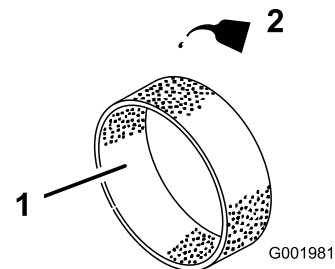

Figura 38
4. Ponga 30–59 ml de aceite en el elemento (Figura 38).